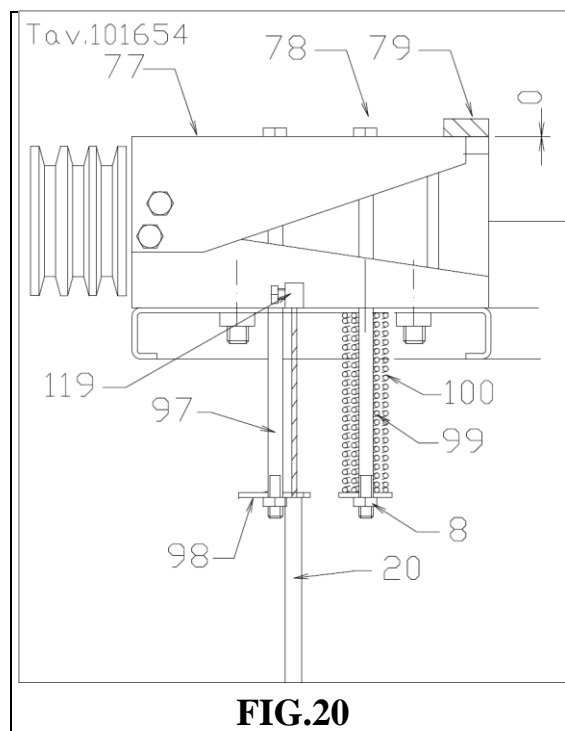

FIG.20
Se il cardano viene lasciato innestato alla macchina durante il trasporto,provvedere ad appoggiarlo sul gancio (pos.56)(FIG.20) ricavato sull'attacco a tre punte per evitare eventuali danneggiamenti. Prima di effettuare l'innesto con l'albero cardanico e di avviare la macchina, sono necessarie le seguenti operazioni preliminari:
3. Controllare che il dado (pos.67) che fissa il disco di taglio (pos.69) tra le flange (pos. 68 e 70) sia serrato in modo sufficiente per garantire il bloccaggio del disco stesso.